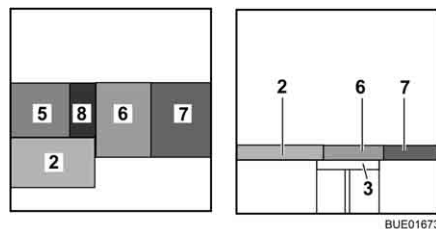

Bild 143 Efter ombyggnaden
- Lägg sittdynan (Bild 143,7) i mitten.
- Lägg ryggdynan (Bild 143,6) mellan sittdynan och väggen.